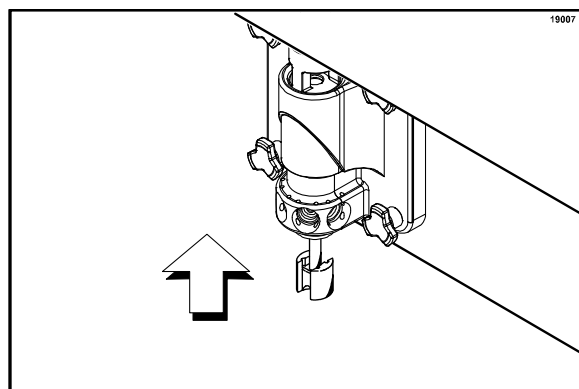

Figura 124
14. Insira o eixo no centro do spinner e pela cavidade da válvula de extração até o eixo aparecer no topo da válvula. A lâmina do spinner deve ficar alinhada e conectada na parte inferior do spinner. Isso permite que seu eixo levante suficientemente para se engajar na luva do spinner no topo. (Veja a Figura 124.)